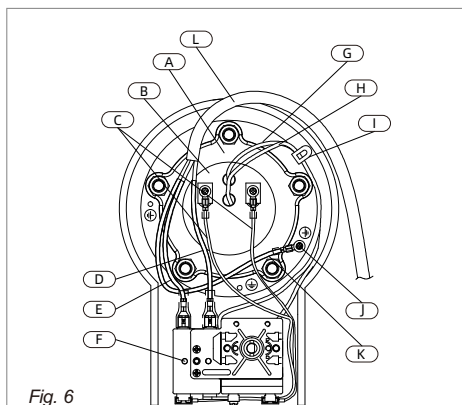

Fig. 6
- Retirez le cordon d'alimentation L de la partie en plastique. (Fig.6)
- À l'aide d'un tournevis cruciforme, dévissez la vis cruciforme 3 en 1 J sur les bornes de l'élément chauffant du fil rouge J et du fil bleu C. (Fig.6)
- Retirer le clou de fil I et appuyer sur le capillaire du thermostat G et le capillaire de la coupure thermique H, et le sortir de l'ouverture du tube borgne. (Fig.6)
- Desserrer les 5 écrous et la rondelle élastique de la plaque de pression de l'élément chauffant A avec le manchon, et sortir la plaque de pression de l'élément chauffant A. (Fig.6)
- Retirer l'élément chauffant B. (Fig.6)